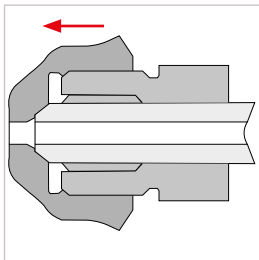

Abbildung 3
- Verschrauben Sie das Rohr mit einer Druckschraube oder anderen Komponente (*Abbildung 3*).